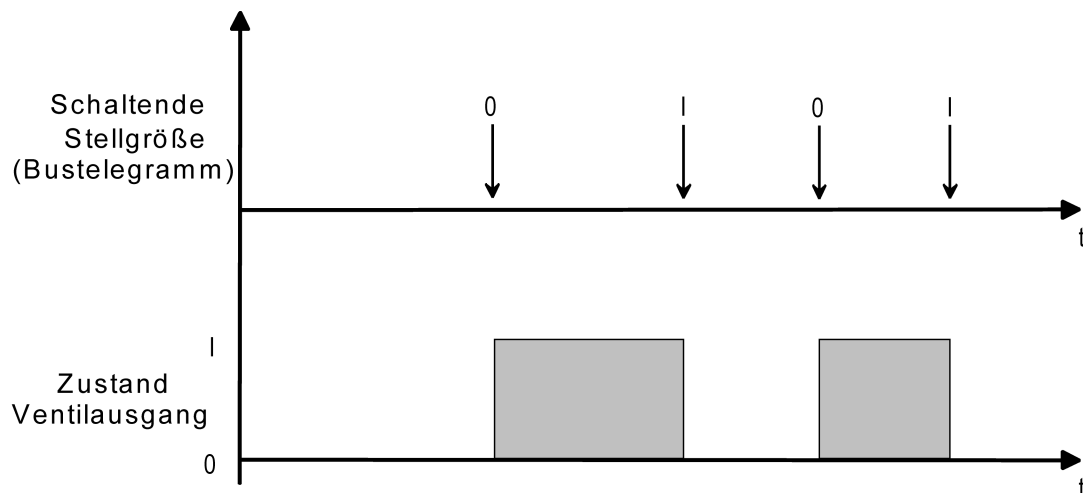

Bild 12: Umsetzung einer schaltenden Stellgröße in ein Ausgangssignal bei stromlos geöffneten Ventilantrieben (Beispiel)
- Den Parameter "Ventil-Wirksinn (Ventil im stromlosen Zustand)" einstellen auf "geöffnet". Bei schaltenden Stellgrößen wird das über das Objekt "Stellgröße" empfangene Schalttelegramm direkt an den Ausgang weitergeleitet. Bei einem empfangenen "EIN"-Telegramm wird der Ausgang nicht bestromt und somit das Ventil vollständig geöffnet. Das Ventil wird durch Einschalten des Ausgangs vollständig geschlossen, wenn ein "AUS"-Telegramm empfangen wird (Bild 12).